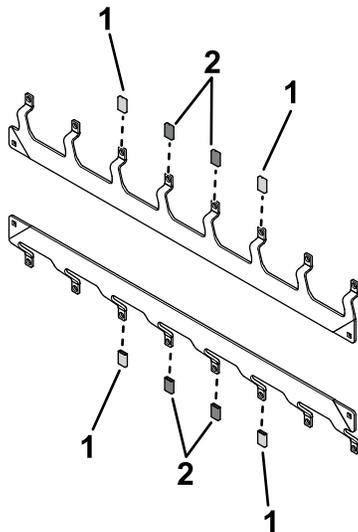

Figura 7
3. Rimuovete la quantità opportuna di tappi dai busbar (Figura 7).